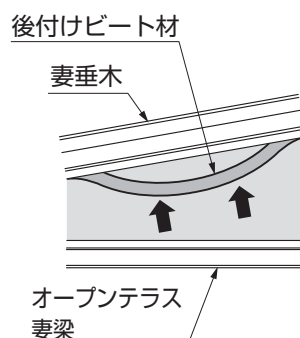
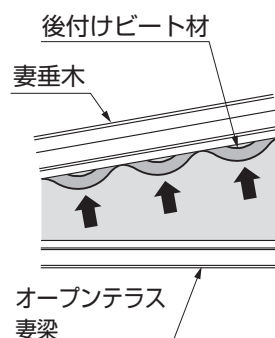

図1-22
図1-23
- 後付けビート材を取付ける際は、図1-22のように取付ける面の中心部分をたるませた状態で、両端部分および中間の1~2箇所を先に押込み、図1-23のようにたるみ部分の中心から広げるように押込んでいきます。